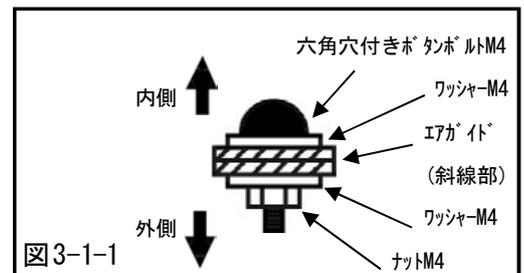

図3-1-1
- ・走行風はエアガイドの内側を流れます。そこで空気抵抗を減らすため、六角穴付きボタンボルトM4の頭がエアガイドの内側に向くように組立ててください。(図3-1-1)